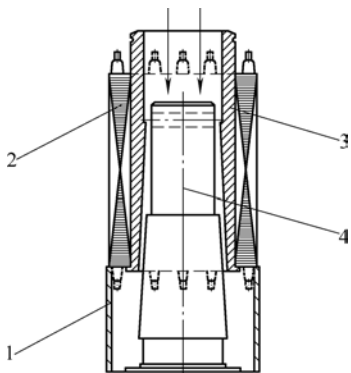

图 10
(6) 无轴转子从中模里吊出后，放在无轴转子退轴胎上，胀芯受力，向下运动，胀芯与胀片分离，随后，胀片向下运动，胀芯、胀片都在无轴转子退轴胎里退出（见图10）。
(7) 无轴转子退出后，用拉刀加工，加工出的